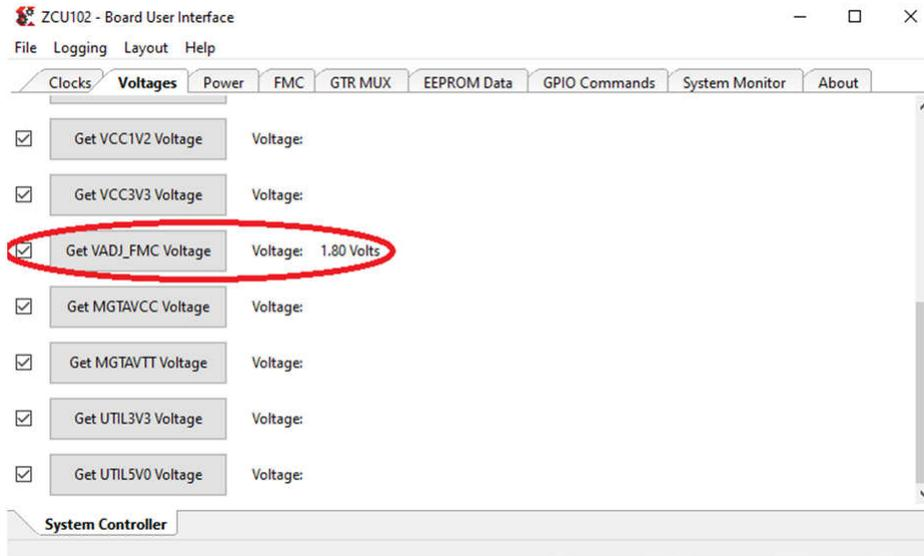

图 14-3. VADJ_FMC 电压
4. 通过读取 VADJ_FMC 电压来确认相同。电压值必须为 1.80V (请参阅图 14-3) 。